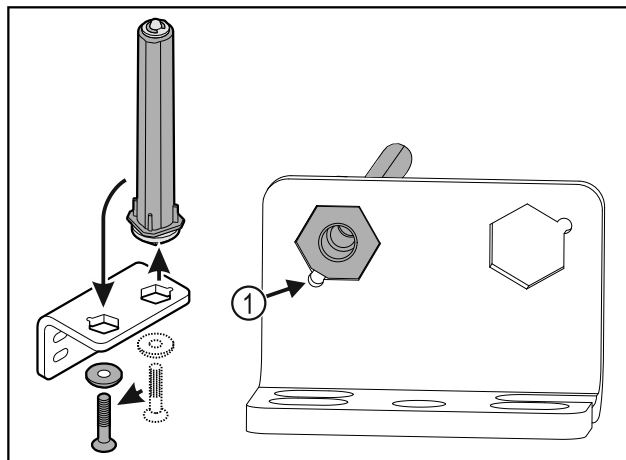

Fig. 39
- Pobrinite se za to da je prilikom umetanja zakošenje na svornjaku Fig. 39 (1) usmjereno prema okrugloj rupi.